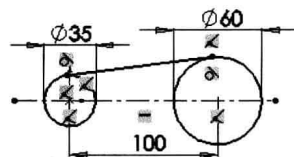

图 1-9 裁剪直线
Step10 裁剪直线。单击“草图”工具栏中的“剪裁实体”按钮，裁剪掉直线的两端，如图 1-9 所示。